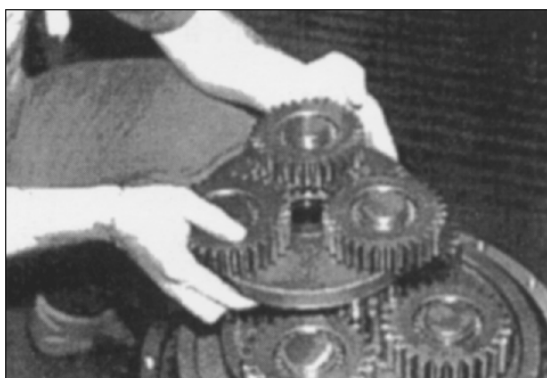

Рис. 114
24. Установите сборочный узел первой планетарной передачи. Рис. 114.